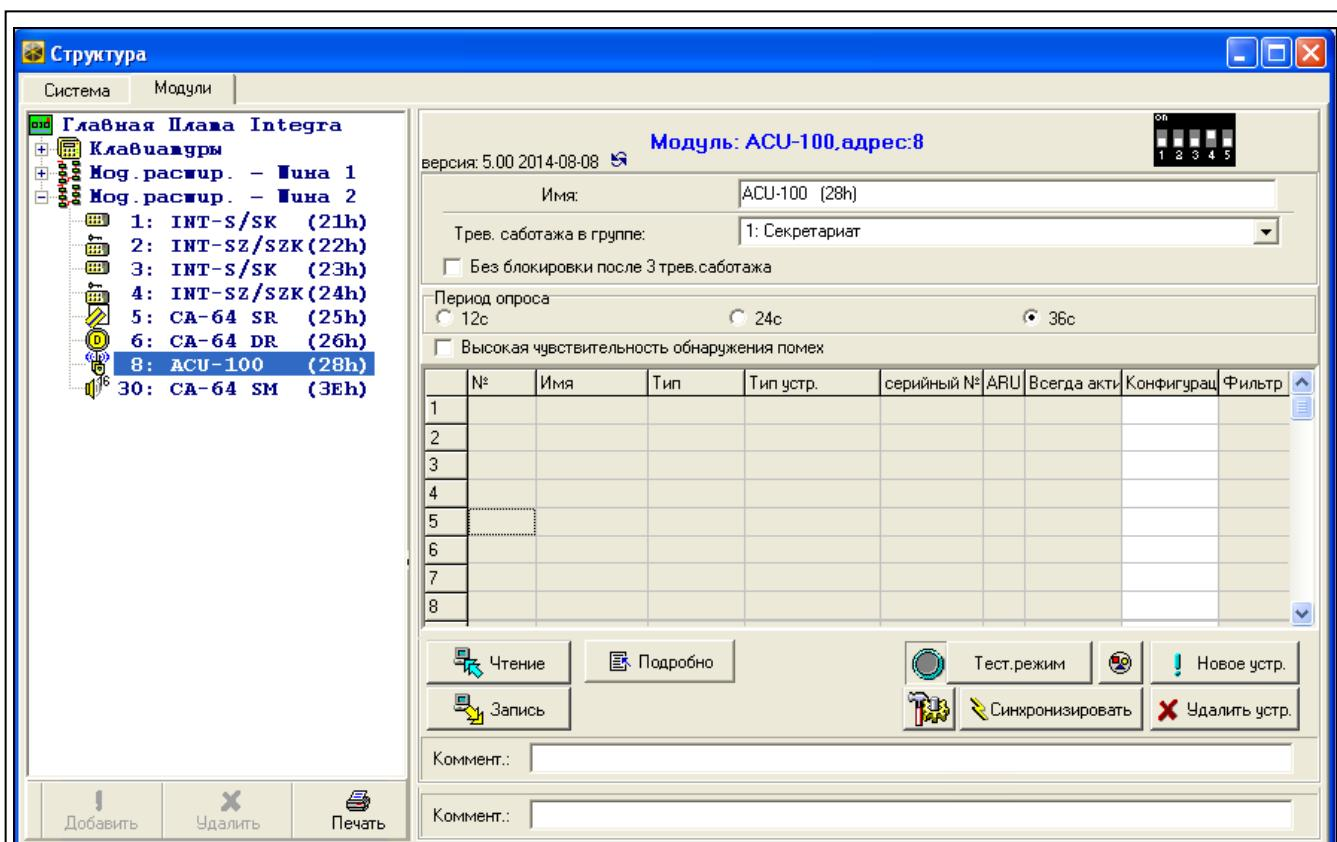

Рис. 2. Программа DLOADX: параметры и опции контроллера, подключенного к прибору INTEGRA / INTEGRA Plus.
– INTEGRA / INTEGRA Plus – в окне «Структура», в закладке «Модули» после того, как кликнуть в списке устройств по контроллеру (рис. 2);2